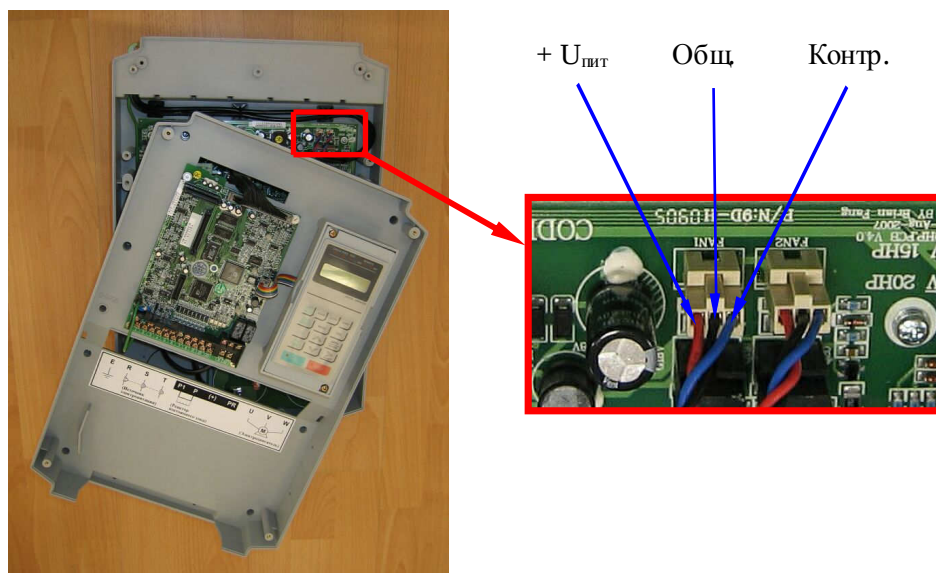

Рис. 4.10. Диагностика вентиляторов.
4.8.1. Соединить плату драйверов с платой ЦП при помощи шлейфа ЦП (табл. 4.1, поз.8). Взаимное расположение элементов должно гарантировать невозможность их случайного соприкосновения (см. рис.4.10).
4.10.3. Отсоединить разъем вентилятора от платы драйверов и проверить его вращение, подав напряжение ≈ 24 В от источника питания (п.3.4.2) между контактами +Uпит и Общ (рис.4.10). При отсутствии вращения – вентилятор заменить (п. 5.5).
- 4.10.5. В случае появления сообщения об ошибке «ОН2» поочередно измерить напряжение на разъёмах FAN 1 и FAN 2 между выводами Общ и Контр. (см. рис. 4.10). У исправного вентилятора напряжение при работе должно составлять менее 1 В. Если напряжение составляет 13...18 В - вентилятор неисправен. Неисправный вентилятор подлежит замене (п. 5.5).